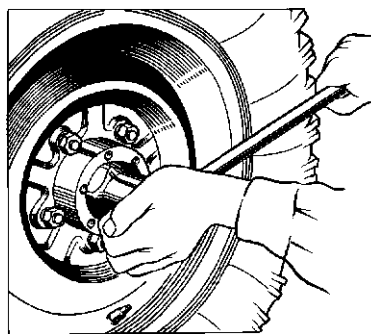

Рис. 11.4. Регулировка подшипников ступицы колеса
6. Затяните гайку регулировки подшипников ступицы с помощью ключа (рис. 11.4) и лопатки-воротка. Момент затяжки 30 - 40 Н·м (3,0 - 4,0 кгс·м).